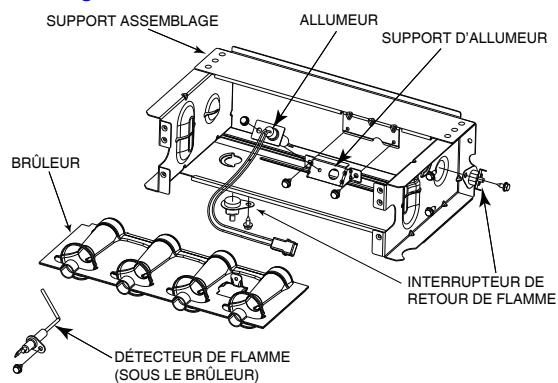
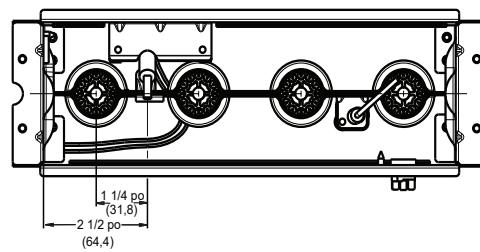
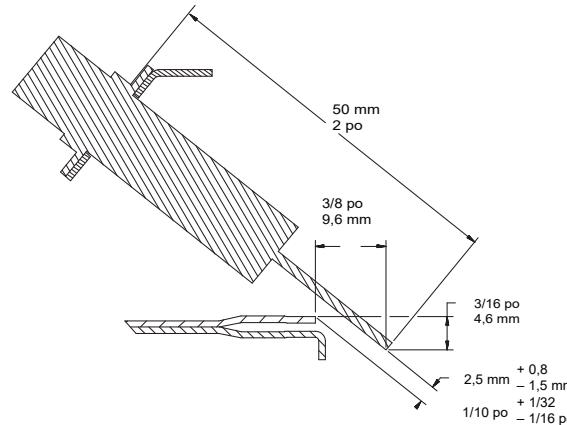

Fig. 68 – Bloc brûleur
Fig. 69 – Position de l'allumeur – vue de dessus
Fig. 70 – Position de l'allumeur – vue latérale
Consultez le Fig. 68.
8. Vérifiez l'alignement de l'allumeur. Consultez la Fig. 69, la Fig. 70 et la Fig. 68.
L'allumeur n'a PAS besoin d'une inspection annuelle. Vérifiez la résistance de l'allumeur avant son retrait. Consultez la Fig. 69, la Fig. 70 et la Fig. 68.
- a. À l'aide d'un tournevis 1/4 po, retirez les deux vis qui fixent le support de fixation de l'allumeur au bloc brûleur. Voir la Fig. 68.
7. Rebranchez le faisceau de l'allumeur sur l'allumeur en disposant les fils de façon à vous assurer qu'il n'y a aucune tension sur l'allumeur lui-même. Voir Fig. 68.